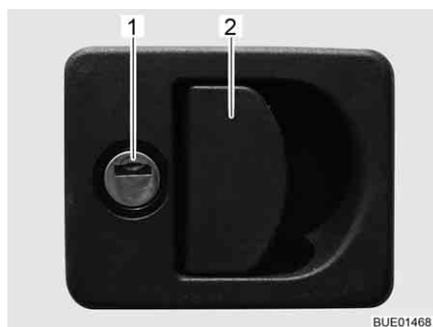

Fig. 49 Fechadura de alçapão com invólucro do manípulo
- Abrir:** ■ Meta a chave no canhão da fechadura (Fig. 49,1), girando-a um quarto de volta. A fechadura de alçapão está destrancada.
- Puxe o manípulo da fechadura (Fig. 49,2). A porta de alçapão está aberta.